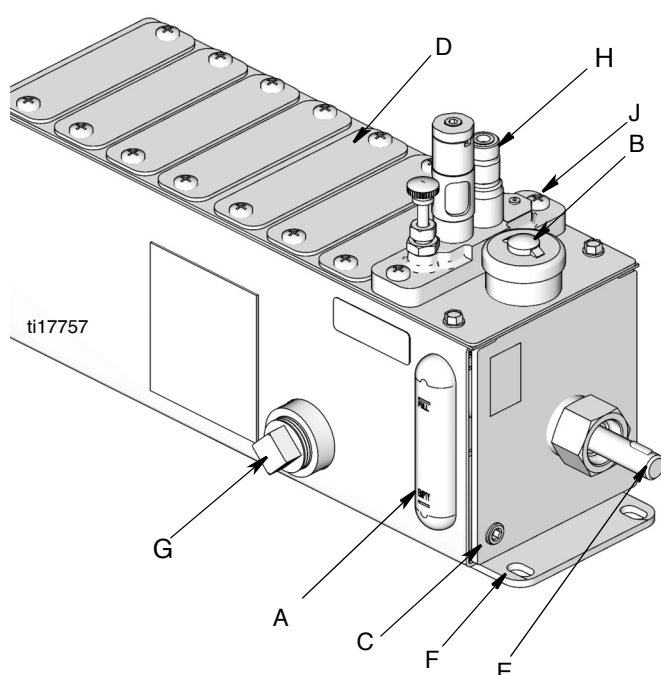

Рис. 1
Буквенные обозначения, используемые в дальнейших инструкциях, относятся к деталям, представленным на странице Рис. 1.
- a. Извлеките заглушку сливного отверстия (С), чтобы осушить бак (Рис. 1). Утилизируйте масло в соответствии со всеми действующими нормами техники безопасности.
- d. Установите насосы. Затяните монтажные винты (J) до 110 дюймо-фунтов ± 10 дюймо- фунтов (12,43 Н•м $\pm 1,13$ Н•м).
- e. Нанесите на заглушку сливного отверстия (С) резьбовой герметик (приобретается отдельно) (Рис. 1) и установите заглушку на место. Затяните до 35 дюймо-фунтов ± 5 дюймо-фунтов (3,95 Н•м $\pm 0,6$ Н•м).